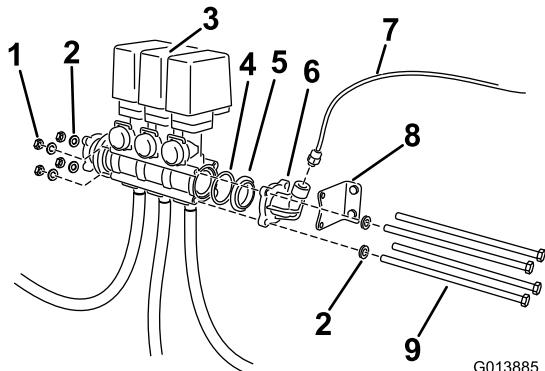

図 5
2. バルブ・アセンブリを固定している長いボルト・ナット類を外す (図 5)。
4. アダプタとエルボ・キャップを外す(図 5)。